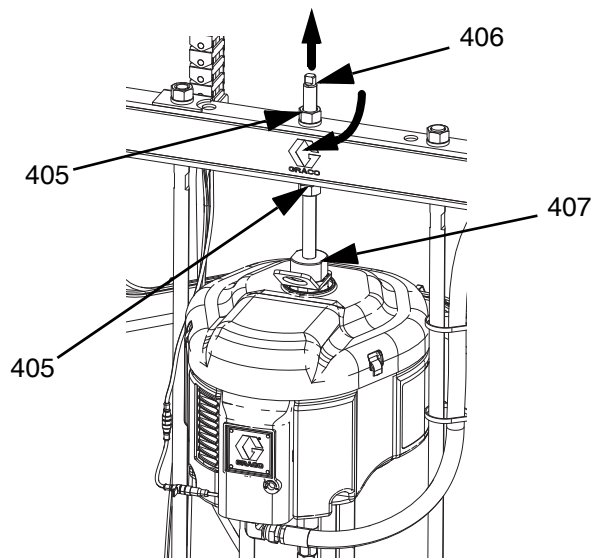

FIG. 43
1. Montera förträngningspumpen (C) på tryckplattan (D). Följ stegen i avsnittet **Anslut plattan** på sidan 106.
3. Anslut luftmotorn (B):
- a. Sänk luftmotorn (B) på förträngningspumpen (C) med en nyckel på muttern (405) på låsstången. Se FIG. 43 på sidan 107. Gånga upp muttern (405) och dra åt den under låsstången. Dra åt muttern (405) under låsstången till maximalt 34 N•m (25 ft-lb).